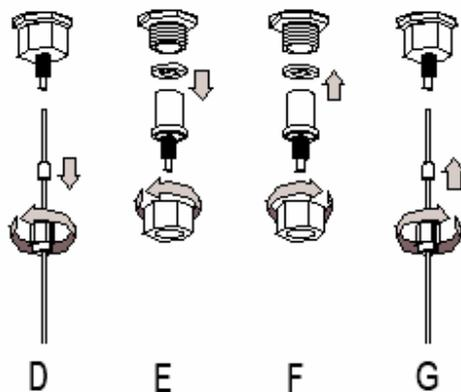

图 2-20 清理碎衬管
- 旋开固定分析柱的螺母，取下分析柱和分析柱金属环。如图 2-20 中 D
- 旋开进样口底部的终端接头，取下该带有银制密封垫的终端接头。如图 2-20 中 E
- 按住银制密封垫和终端接头，旋紧该接头。如图 2-20 中 F
- 安装分析柱和金属环，旋紧固定螺母。（柱头进入进样口的位置要与以前一致）如图 2-20 中 G